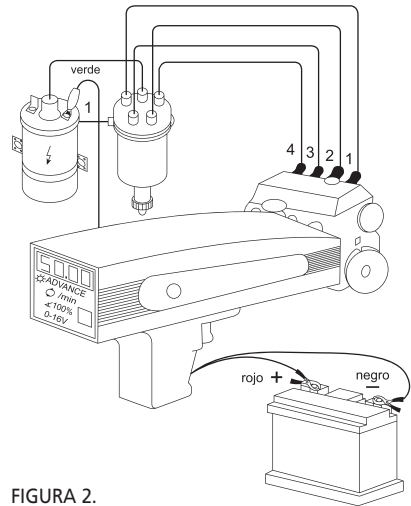

FIGURA 2.
1. Presione el interruptor de tacto para encender el indicador Dwell. (Vea la figura 2).